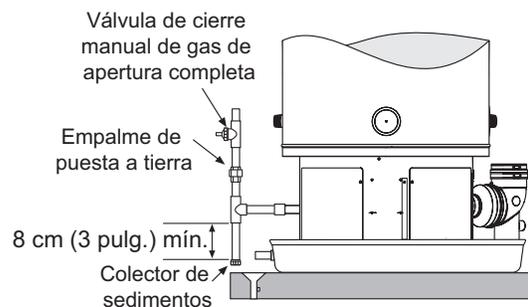

Figura 37
Siga las instrucciones que se muestran a continuación y consulte la Figura 37 para instalar las tuberías de gas.
4. Instale un empalme de puesta a tierra entre el calentador de agua y la válvula de cierre manual. Esto es para permitir un fácil mantenimiento. Consulte la Figura 37 a continuación.
- En el caso de presiones de prueba superiores a 3,45 kPa (1/2 psi), desconecte el calentador de agua y su válvula de cierre de gas principal del sistema de tuberías de suministro de gas durante las pruebas, consulte la Figura 37 en la página 30. La tubería de suministro de gas se debe tapar cuando se desconecte del calentador de agua.